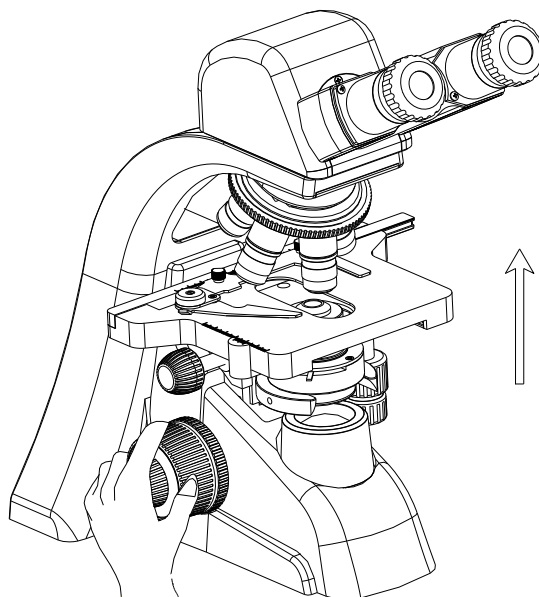

图 6 将载物台向上移动至最高点
5.2 旋转粗调手轮（10），将载物台（6）移动至最高点（见图 6）。当使用粗调手轮升高载物台时，注意样品上表面和物镜下端面之间的距离。当载物台已经到达移动的极限位置后，不要继续旋转粗调手轮，以免损坏调焦结构。